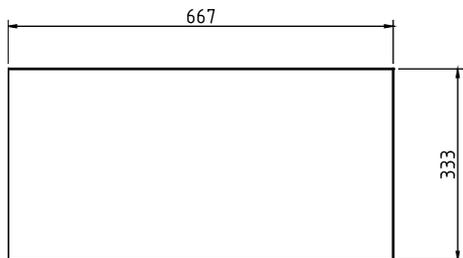

图3-93 绘制直线
- 01 新建空白文件。调用L【直线】命令，绘制直线，如图3-93所示。